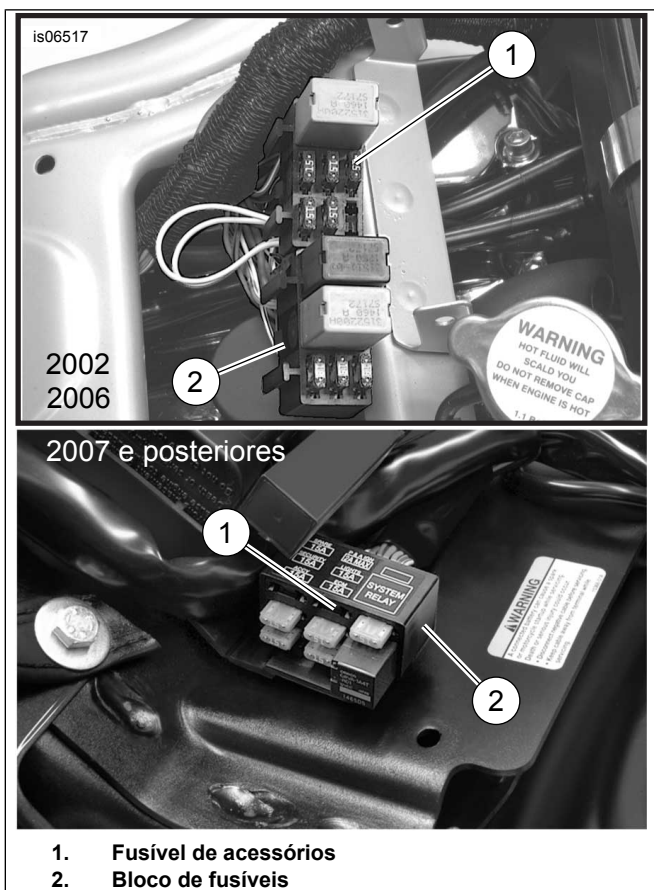

Figura 15. Localização do fusível acessório (modelos V-Rod)
1. Veja Figura 15. Abra com cuidado uma área da proteção do chicote de fios principal perto do bloco de fusíveis (2) em um ponto acessível. Corte o chicote de fios principal laranja/branco que vai até a cavidade do fusível (1), marcado como: